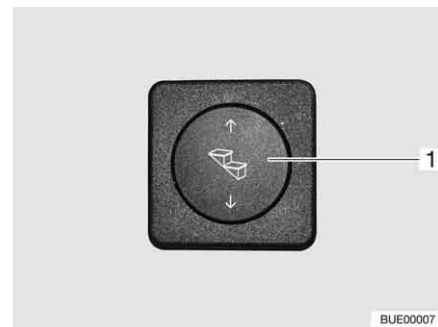

Fig. 11 Pulsante per il comando dello scalino di ingresso
- Premere in basso il pulsante basculante (Fig. 11,1) e tenerlo premuto (almeno 3 secondi), fino a che lo scalino di ingresso è stato completamente estratto.
- Premere in alto il pulsante basculante (Fig. 11,1) fino a che lo scalino di ingresso è completamente inserito.